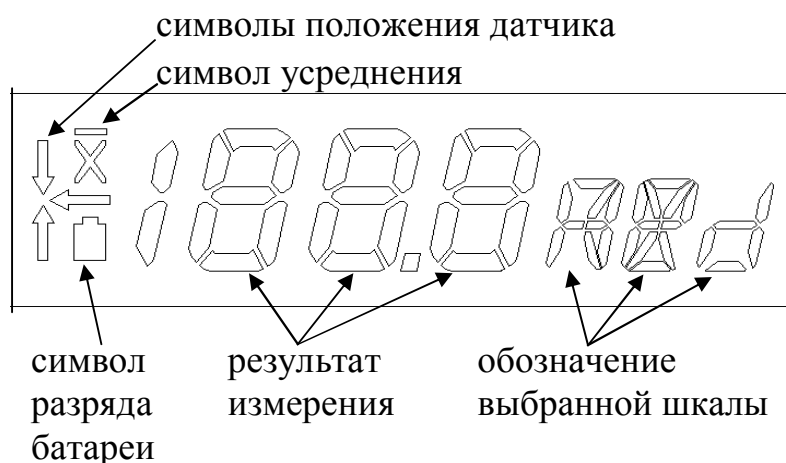

Рис. 2. Индикатор твердомера ТЭМП-4 (показаны все символы)
4.5. При включении прибора кнопкой «ВКЛ» на индикаторе отображается результат последнего измерения по соответствующей шкале, по которой он был получен, а также другая дополнительная информация в соответствии с рис.2 и 3.
6.6. Среднее значение результатов измерений вычисляется при нажатии кнопки «X», после чего все значения измерений, сохраняемые в буфере усреднения данных, автоматически стираются, и на индикаторе появляется усреднённое значение твёрдости по выбранной ранее шкале. Усреднённое значение отмечается появлением на индикаторе символа усреднения (см. рис. 2 и 3). Усреднённые значения сохраняются в энергонезависимой памяти прибора после выключения и включения. Усреднение производится по всему массиву данных измерений, а если их количество превышает 100, то по последним 100 измерениям. Алгоритм усреднения представляет собой вычисление среднего арифметического всей выборки результатов измерений с отбрасыванием минимального и максимального значений. Если количество усредняемых данных измерений меньше трёх, то усреднение не происходит, на индикатор выводится 0 как признак некорректного проведения операции усреднения.